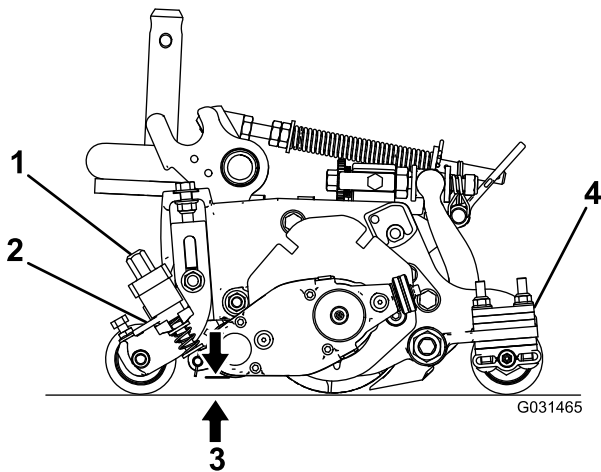

Figura 20
3. Portate le leve rapide (Figura 20) in posizione di inserimento (ENGAGED: l'impugnatura è rivolta verso la parte anteriore dell'apparato di taglio).
4. Misurate la distanza tra la punta inferiore della lama grooming e la superficie di lavoro (Figura 20) a un'estremità del cilindro grooming. Girate la manopola di regolazione dell'altezza (Figura 20) per sollevare o abbassare la punta della lama grooming all'altezza opportuna.